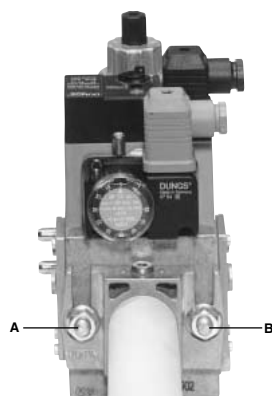

Fig. 23
3. Ziehen Sie die Schrauben A, B, C und D an (Fig. 23 - Fig. 24) und achten Sie dabei auf die Montagepositionen (Fig. 26);
- 1 Lösen Sie die Schrauben A und B, ohne sie herauszudrehen (Fig. 23 und Fig. 24).
- 2 Lösen Sie die Schrauben C und D (Fig. 23 und Fig. 24).